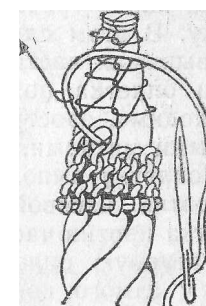

Рис. 89. Фигурная оплетка.
*Фигурная оплетка полушлагами* (рис. 89), выполняется лучше всего иглой вокруг сердечника. Материалом служит шкимушгар, крепко сплетенный шнур или марлинь вокруг сердечника. Оплетку образуют повторяющиеся штыки, каждый из которых закладывают за предыдущий полуштык, причем плетение идет по спирали вокруг троса. Начинают плетение вокруг очень короткой марки, наложенной на трос той же нитью, что и будущая оплетка (достаточно одного или двух сильно обтянутых витков вокруг троса). Конец нити прикрепляют к тросу, как при выполнении прошивной марки (см. рис. 25).